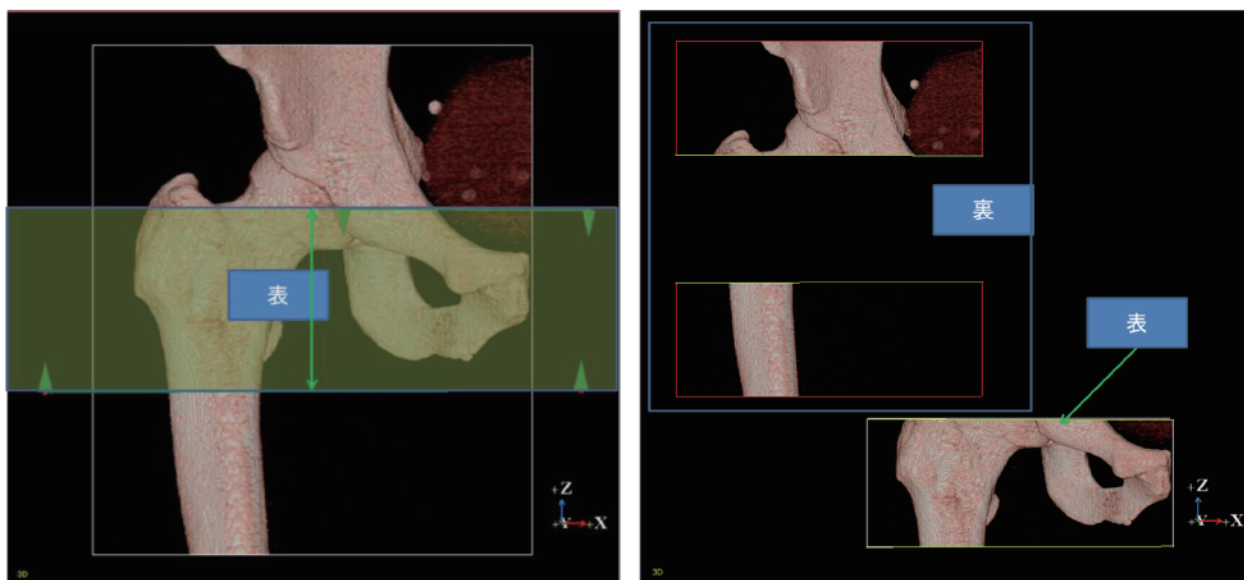

図4-3 複数の骨切り線による切断
4. 複数の骨切り線を用いる場合、コーンの向きによって切断結果が変わります。例えば、コーンの範囲内を表、範囲外を裏とした時、全ての骨切り線の表と、それ以外で画像が分割されます。(図4-3)